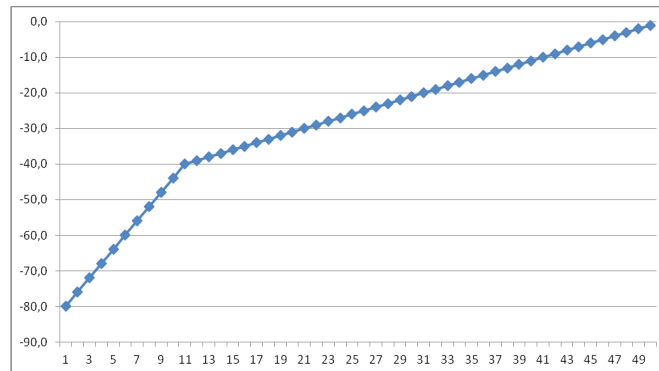

Abb. 1
- Lautstärkeskala #1 – Diese Skala eignet sich für die Lautsprecher mit normaler Effizienz (Abb. 1) (Werkseinstellung)